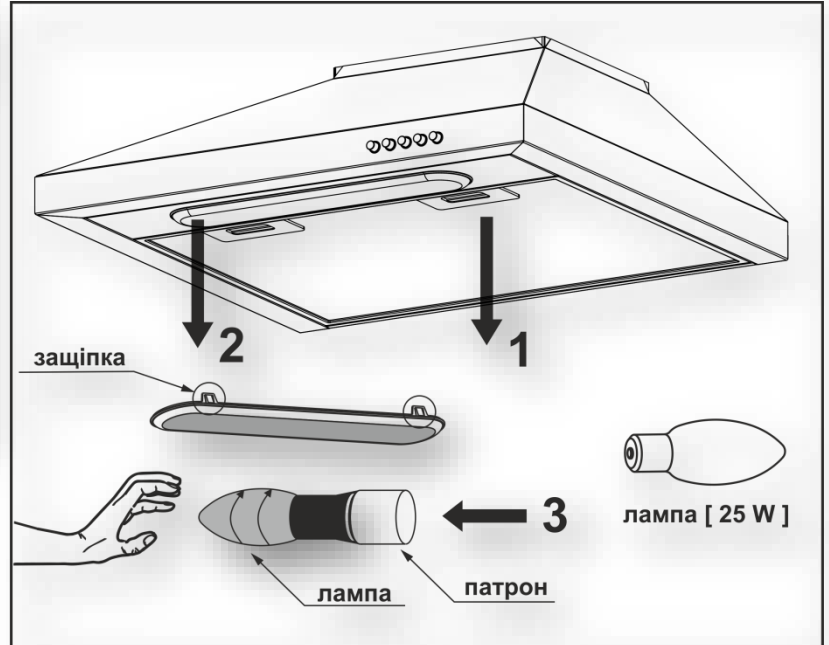

Рис.7
- зняти алюмінієвий фільтр **1 (рис.7)**, формат фільтрів показано на **(рис.7)**;
- викрутити лампочку освітлення **3** з патрона проти годинникової стрілки, притримуючи рукою з внутрішньої сторони (за плафоном) **(рис.7)**;